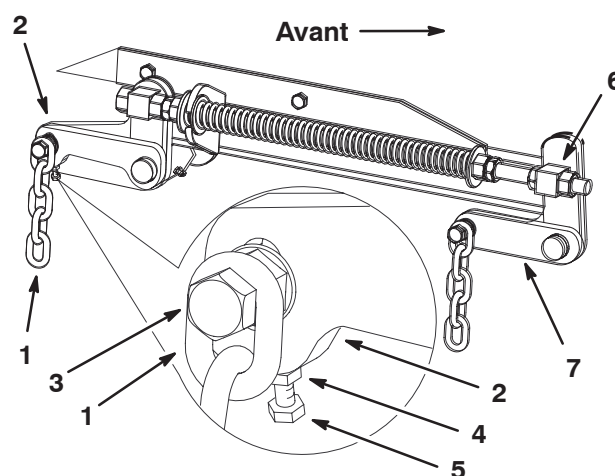

Figure 52
7. Si la distance mesurée au point **B** ou **C** n'est pas correcte, desserrez le boulon de fixation de la chaîne arrière au bras de support arrière (Fig. 52).